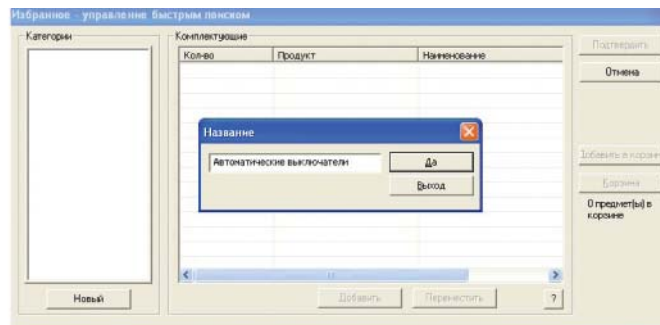

Рис. 39
- а) Нажимаем кнопку “Новый” и создаем раздел: “Автоматические выключатели” (рис. 39)